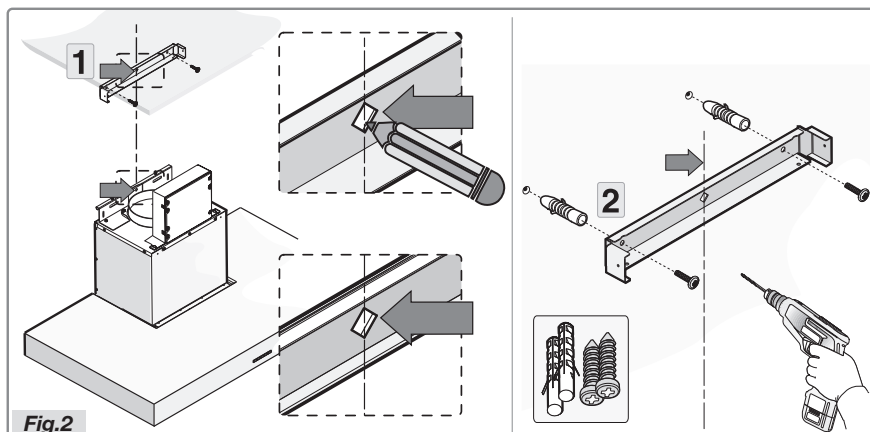

Fig.2
- Positionnez le collier en tenant compte des dimensions indiquées à la figure A et mettez-le en place au moyen des vis et chevilles fournies avec l'appareil (Fig. 2).